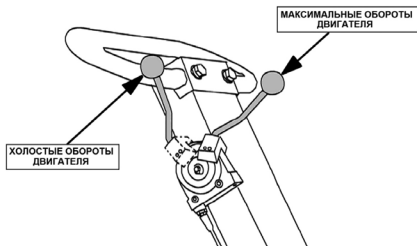

Рис.13 Рычаг газа PC1645RH
3. Рычаг газа установите в среднее положение (Рис. 13).